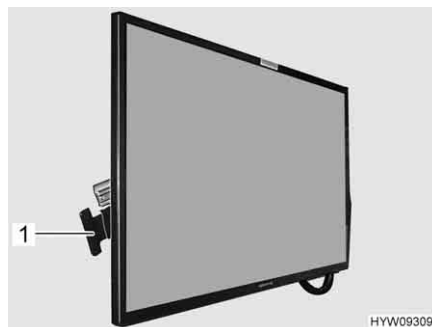

Fig. 76 Schermo piatto (scorrevole lateralmente)
- Premere e tenere premuta la maniglia (Fig. 76,1) in direzione dello schermo piatto. Lo schermo piatto è sbloccato.